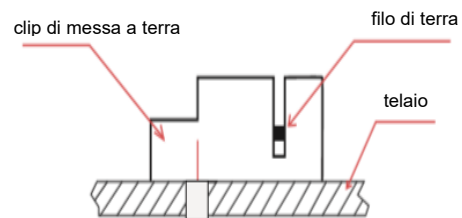

figura 2
- Come mostrato nella figura 2, il gruppo della clip di messa a terra è costituito da un cursore, una base e una vite autofilettante o una vite 8-32 e un dado esagonale. La clip di messa a terra accoglie fili di rame solidi non isolati di dimensioni 10 o 12 AWG.